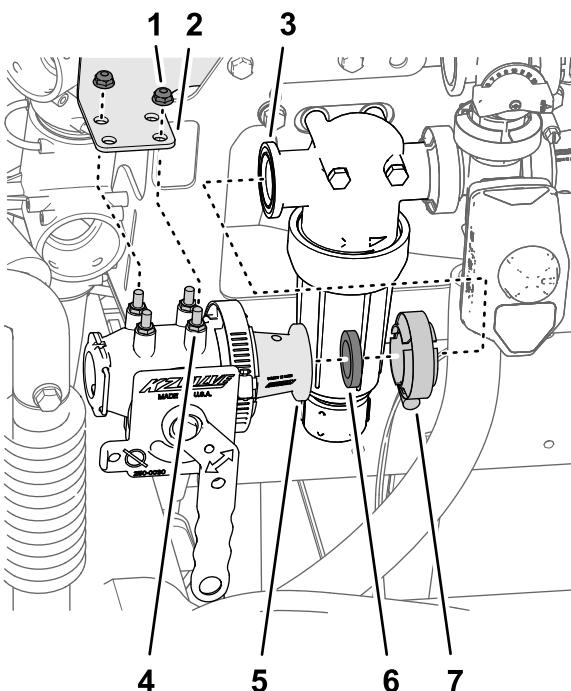

Figure 7
2. Alignez la bride de l'adaptateur réducteur (vanne de mélangeur) sur la bride de la tête du filtre sous pression (Figure 7) avec le joint que vous avez retiré à l'opération 2 de Débranchement des flexibles (page 4).